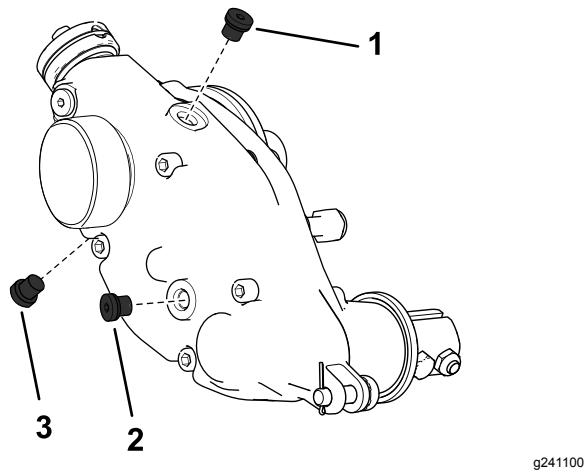

Figura 28
2. Retire el tapón de vaciado en la parte inferior de la carcasa (Figura 28).
3. Retire el tapón de llenado del lado de la carcasa y afloje el tapón de ventilación de aire en la parte superior, de modo que pueda pasar el aire (Figura 28).